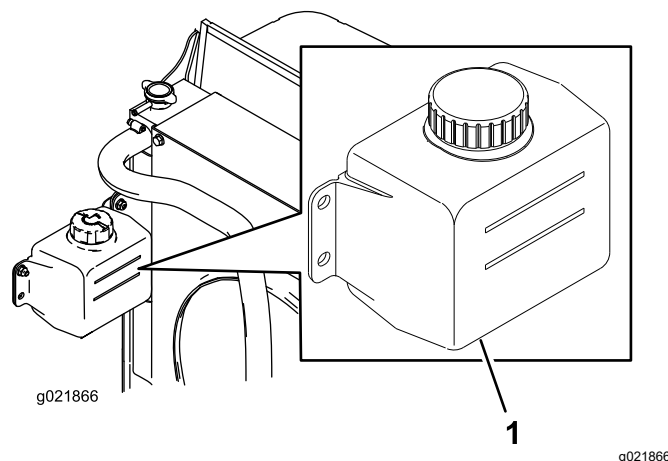

Figura 85
1. Compruebe el nivel de refrigerante en el depósito de expansión (Figura 85).